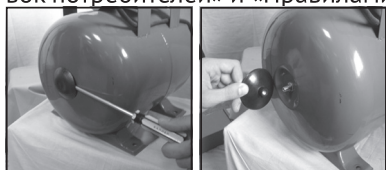

рис.2
6.2 Установите станцию на ровной, твердой поверхности. Всасывающую трубу/шланг 1 (рис.2) подсоедините к входному отверстию, расположите под углом к входному отверстию, погрузите всасывающую трубу/шланг в воду на глубину не менее 2м (расстояние до дна должно быть не менее 0,5м).